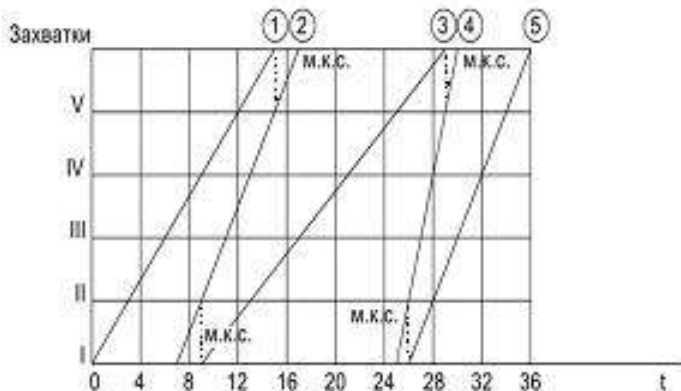

Рис. 1. Циклограмма пяти разноритмичных потоков
5. При  $T_3 > T_2$ ,  $T_5 > T_4$  место критического сближения лежит на первой захватке, а при  $T_2 < T_1$ ,  $T_4 < T_3$  – на последней (рис. 1).
6. Циклограмма (рис.1).